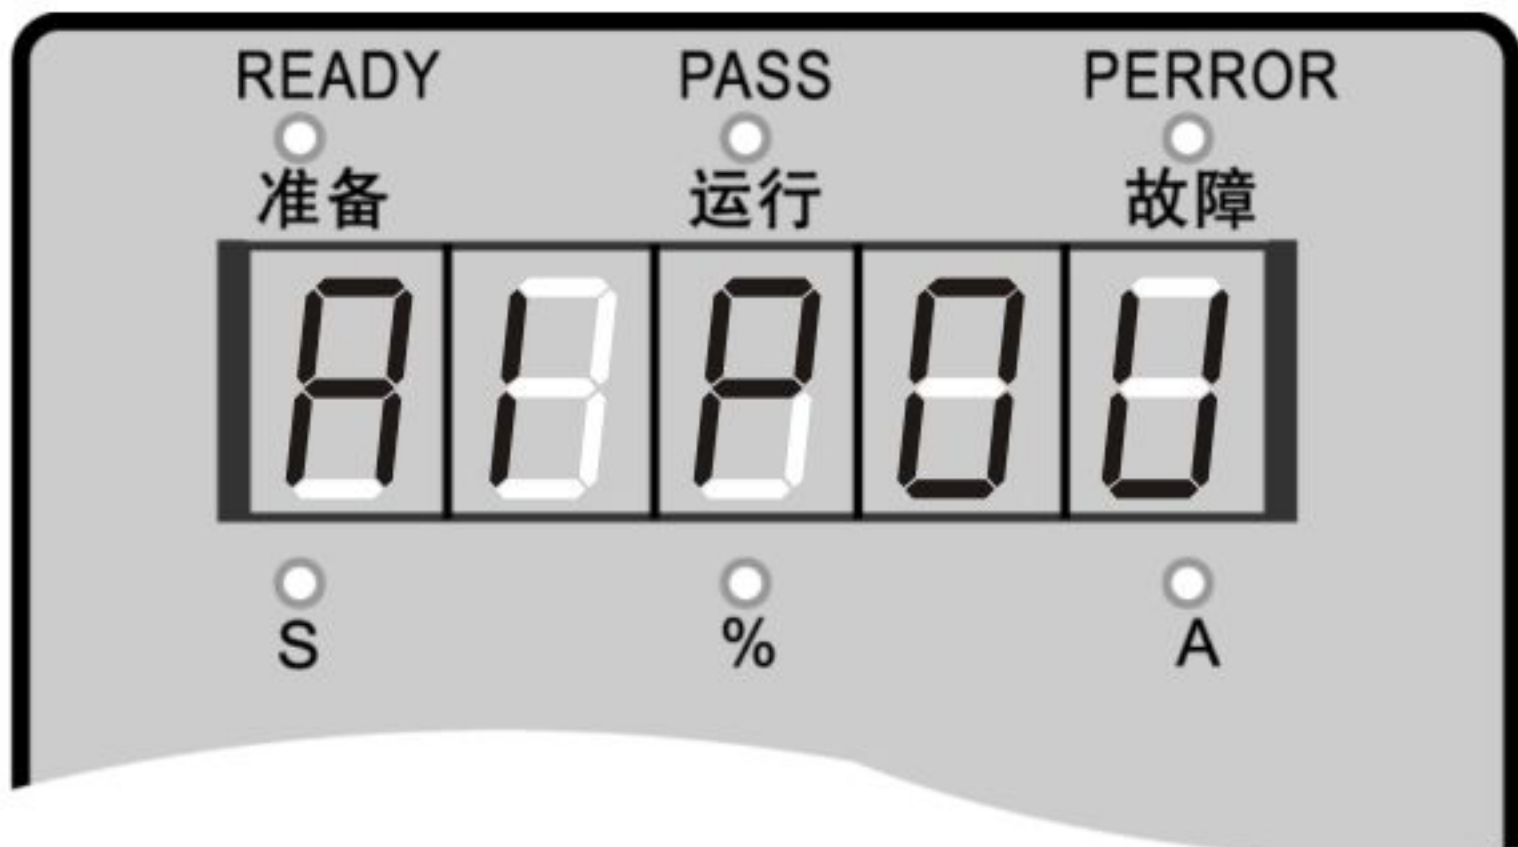

图3-1-1
- ① 核对接线是否正确。特别是输出端子不能连接电源，旁路接触器是否接好，并确认接地端子接地良好。
- ② 确认端子间或各裸露的带电部位没有短路或对地短路情况。
- ③ 投入电源后键盘面板应显示 **8888** (RIPOW日普)或准备状态 **8888** ,同时准备指示灯亮。如图3-1-1所示。